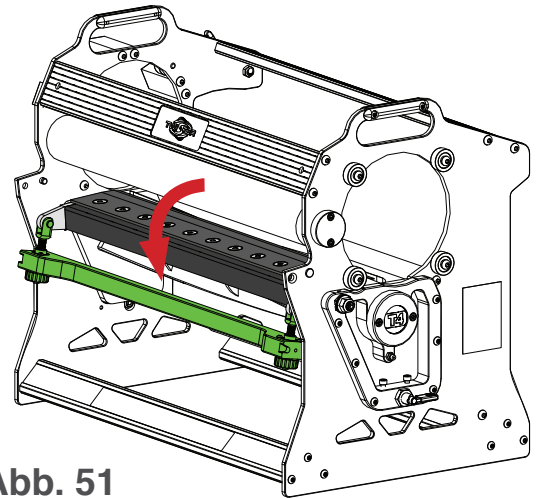

Abb. 51
4. Drehen Sie die Einstellstange nach unten (siehe Abb. 51).